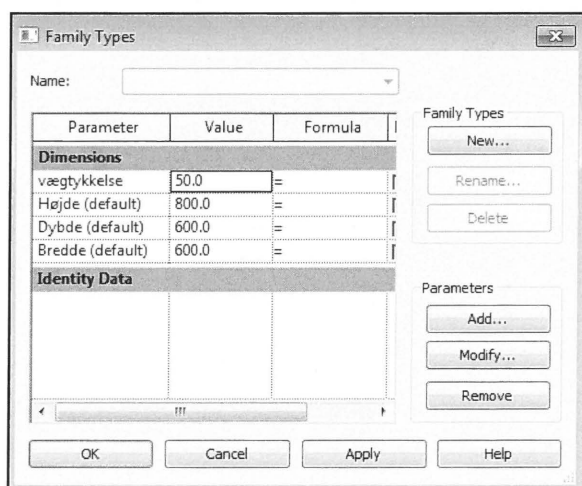

Fig. 06.42. Family Types.
- Tjek om parametrene virker i *Family Types* (Fig. 06.42).